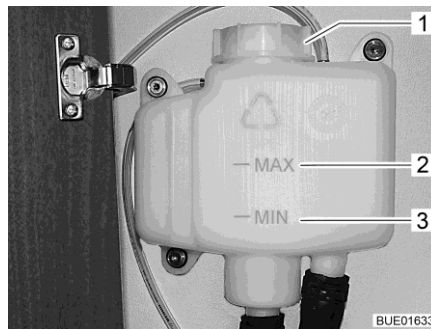

Fig. 292 Recipiente de compensación sin panel
- Comprobar si en el recipiente de compensación (Fig. 292) el líquido está entre las marcas "MIN" (Fig. 292,3) y "MAX" (Fig. 292,2).
- Abrir la tapa giratoria (Fig. 292,1) del recipiente de compensación.